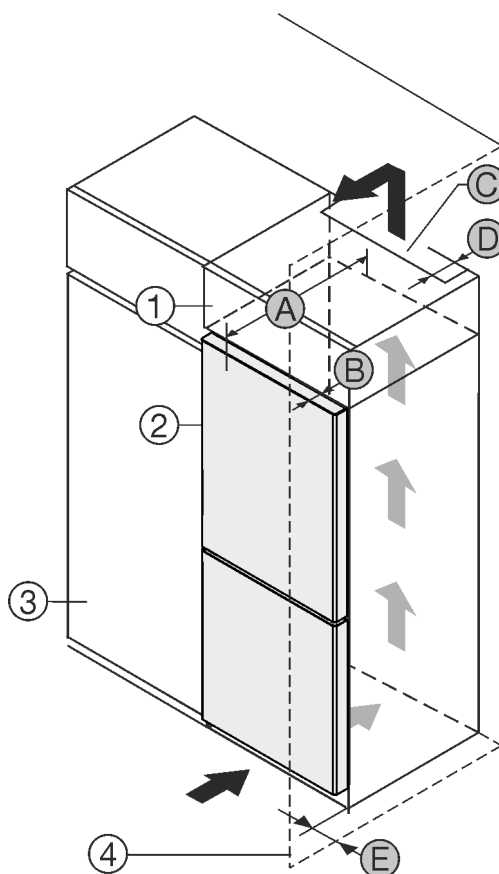

Fig. 1
Du kan opstille apparatet direkte ved siden af køkkenskabet *Fig. 1 (3)**.
På bagsiden af overskabet skal der være en ventilationskanal med dybden *Fig. 1 (D)* over hele overskabets bredde.*
Ventilationstværsnittet *Fig. 1 (C)* under rummets loft skal overholdes.*
Hvis apparatet opstilles med hængslerne ved siden af en væg *Fig. 1 (4)*, skal afstanden mellem apparatet og væggen være mindst 13 mm.*
Hvis apparatet opstilles med hængslerne ved siden af en væg *Fig. 1 (4)*, skal afstanden mellem apparatet og væggen være mindst 20 mm.*
For at døren kan åbnes helt, skal apparatet rage frem med dørens dybde *Fig. 1 (B)* i forhold til køkkenskabets forside. Apparatet kan rage mere ud afhængigt af køkkenskabenes *Fig. 1 (3)* dybde og anvendelsen af vægafstandsholdere.*